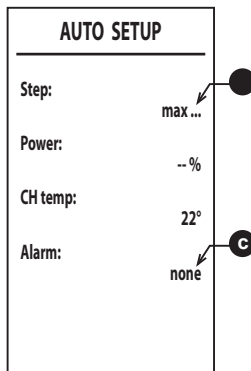

fig. 53
- Se la fase di accensione non va a buon fine, compare la scritta **[max_err]** al punto e un codice di errore al punto (fig. 53). Possibili cause per la mancata accensione sono elencate nella **Nota 2**. Uscire dall'Auto Setup con il tasto , risolvere l'anomalia e ripetere la procedura dal punto 1.